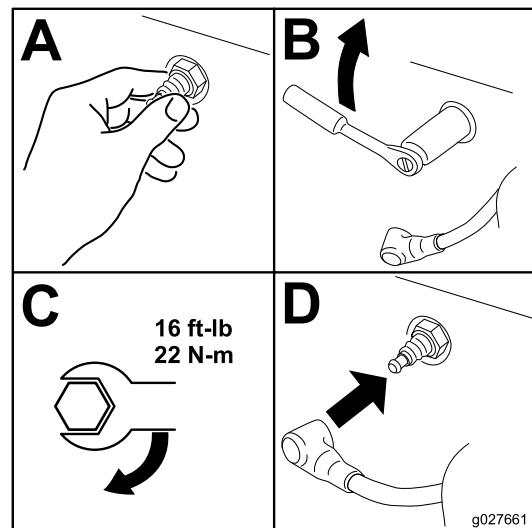

Figure 53
- Posez la ou les bougies, comme montré à la Figure 53.